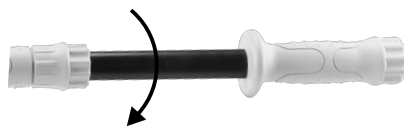

Fig. 7 – Instalação do tubo extensor
1. Gire a porca do adaptador do tubo extensor no sentido anti-horário (Fig. 7);